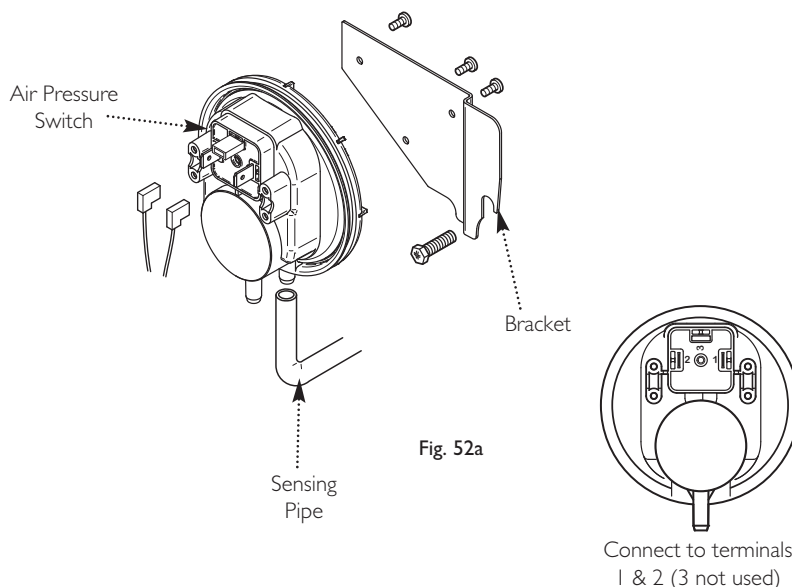

Fig. 52a
13.3 Air Pressure Switch (Fig. 52a)